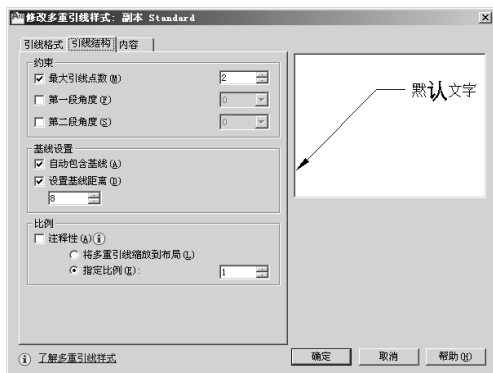

图 8-41 修改多重引线样式—引线结构
① 引线格式：在引线格式中，可设置引线的类型（直线、样条曲线、无）、引线的颜色、引线的线型、线的宽度等属性。还可以设置箭头的形式、大小，以及控制将折断标注添加到多重引线时使用的大小设置。
② 引线结构：控制多重引线的约束，包括引线中最大点数、两点的角度，自包含基线、基线间距，并通过比例控制多重引线的缩放。如图 8-41 所示。